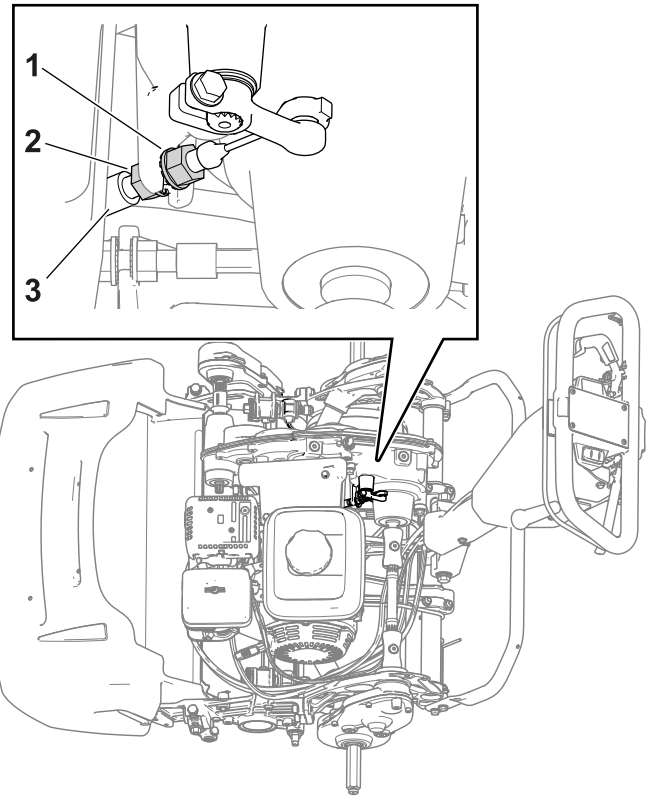

Figure 37
- Pour augmenter la tension du câble, desserrez l'écrou de blocage avant et serrez l'écrou de blocage arrière (Figure 37). Répétez l'opération 2 et ajustez la tension au besoin.
- Pour réduire la tension du câble, desserrez l'écrou de blocage arrière et serrez l'écrou de blocage avant (Figure 37). Répétez l'opération 2 et ajustez la tension au besoin.